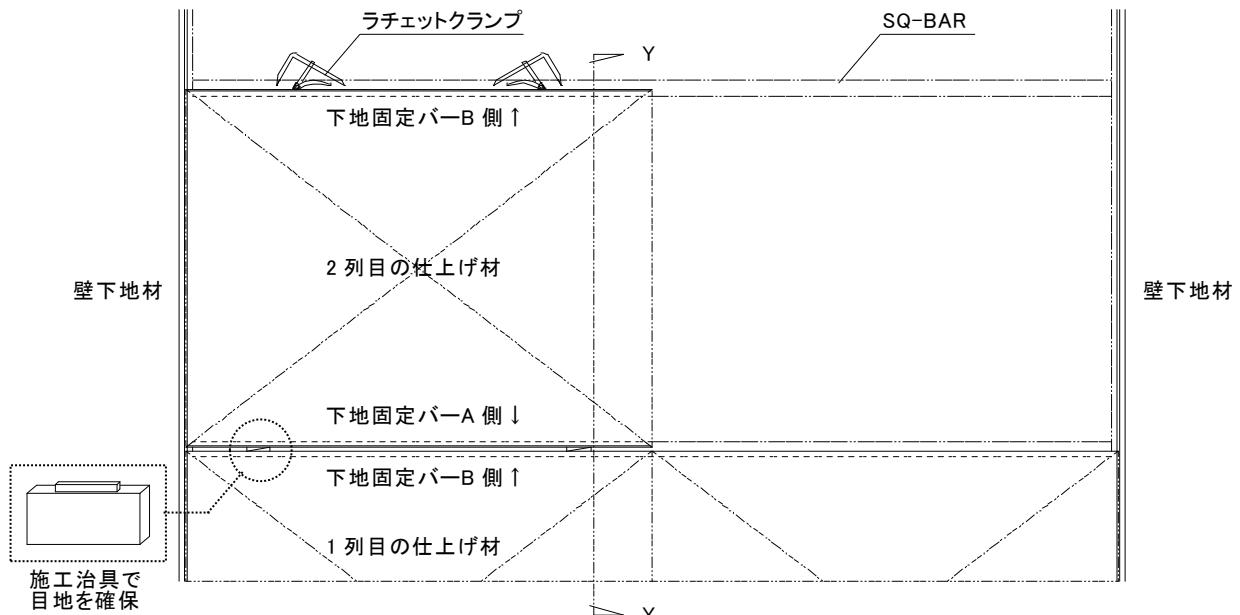
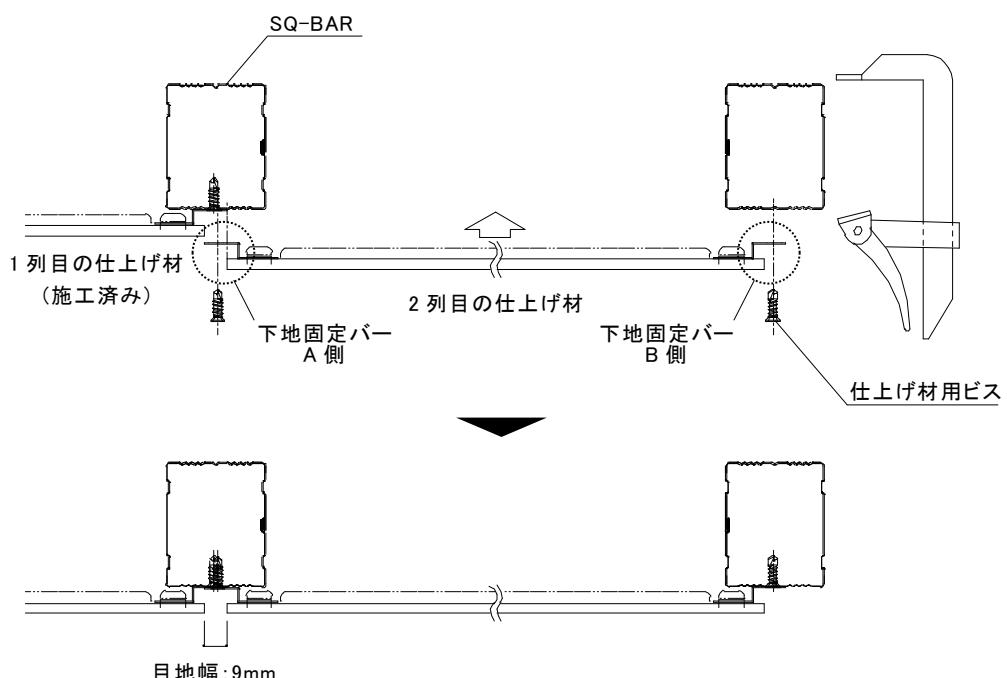

図3-1-4 2列目の仕上げ材の取付け(平面図)
図3-1-5 2列目の仕上げ材の取付け(Y-Y断面図)
- 1) 1列目の下地固定バーB側に対して2列目の仕上げ材の下地固定バーA側を重ね、B側の下地固定バーをラチェットクランプで仮に保持する。仕上げ材同士の目地隙間は施工治具で9mmを確保する。(図3-1-4、図3-1-5参照)